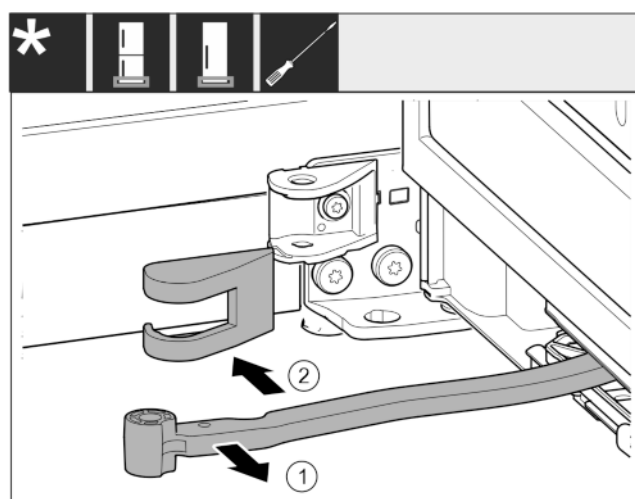

Fig. 13
- ▶ Otočte kloub směrem ke dveřím. Fig. 13 (1)
- ▶ Sejměte kryt stojanu ložiska. Fig. 13 (2)